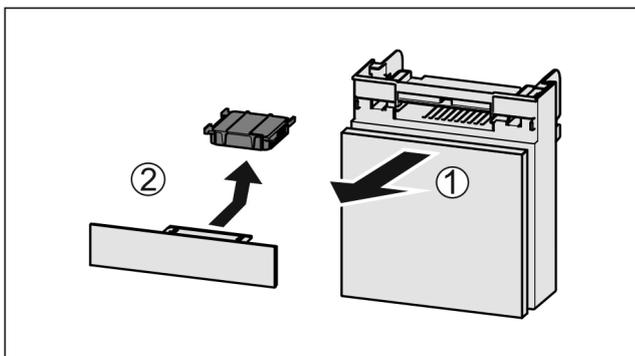

Fig. 72
- ▶ Retire el compartimiento hacia delante Fig. 72 (1).
- ▶ Retire el filtro de carbón activo Fig. 72 (2).